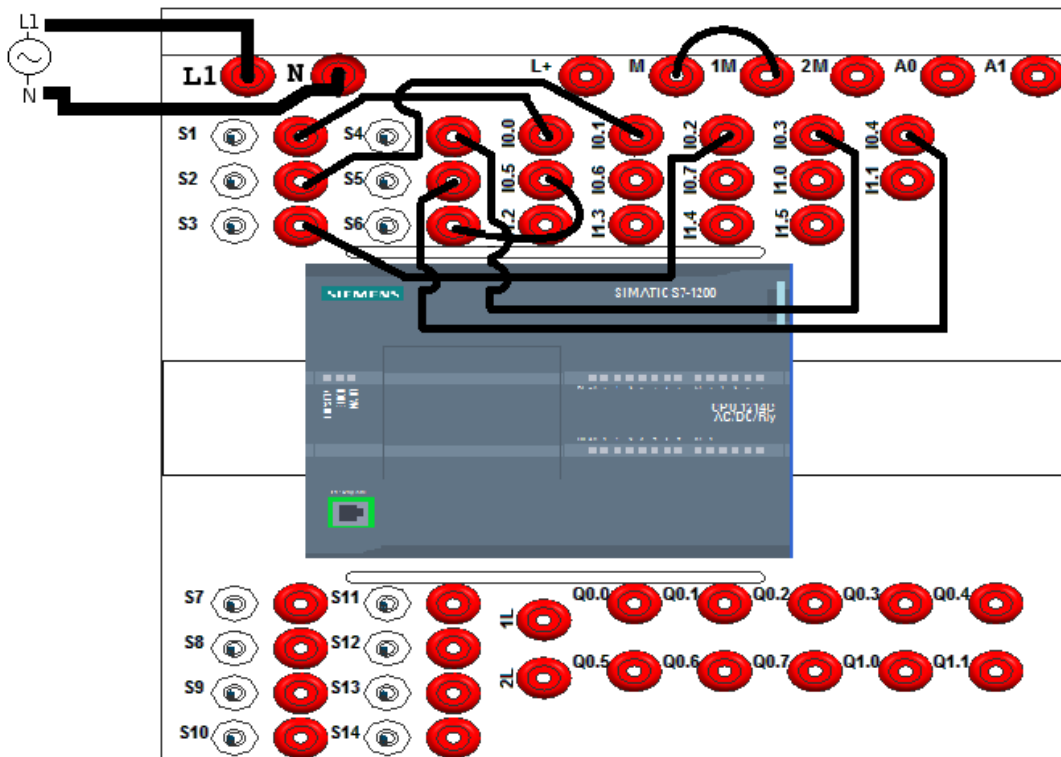

Figura 26. Conexión del PLC.
29.  En el PLC verifique que tipo de alimentación necesita y cuales son los bornes de conexión, sin energizarlo aún, realice las conexiones que se muestran en la Figura 26. **Pida al docente de laboratorio que revise las conexiones antes de continuar.**